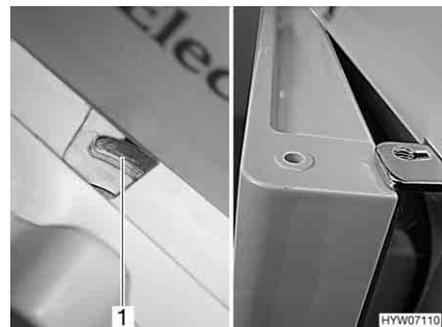

Fig. 212 Porte du réfrigérateur en position de ventilation (Dometic Série 7)
- Pousser le dispositif de verrouillage complètement vers la droite. La porte du réfrigérateur est fixée à l'aide de l'arrêtoir de porte (Fig. 212,1). La porte du réfrigérateur reste ainsi légèrement ouverte (Fig. 212).